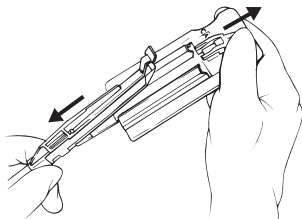

FIGUR 13
- 9b. I medens der øves et let tryk på begge siderne af hæftetangens kæber, føres samleklemmen hen over hæfteklargøringsenheden, idet det kontrolleres at begge sider af hæftetangen holdes fast af samleklemmen og at den gule beskyttelse på patronsiden befinder sig inde i samleklemmen (se figur 13).